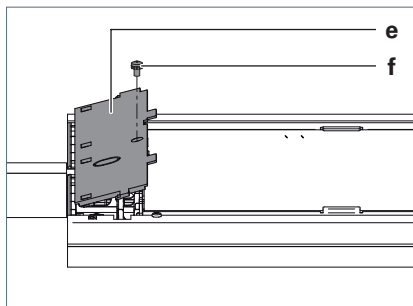

Fig. 15: Monter le recouvrement.
- Placez un recouvrement **e** avec les crochets sur la face inférieure du recouvrement dans les œillets sur la tête du luminaire et appuyez fermement sur le recouvrement, voir Fig. 15.